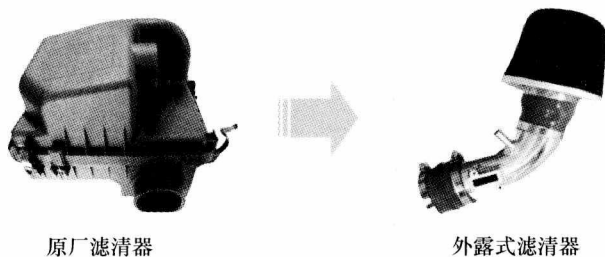

图 1-2 更换空气滤清器总成
(2) 更换空气滤清器总成 改装空气滤清器时,若换了滤芯仍不能满足车主需求,则可将原厂空气滤清器总成更换为俗称“冬菇头”的外露式滤清器,以进一步降低进气阻碍,增强发动机的进气量,如图 1-2 所示。